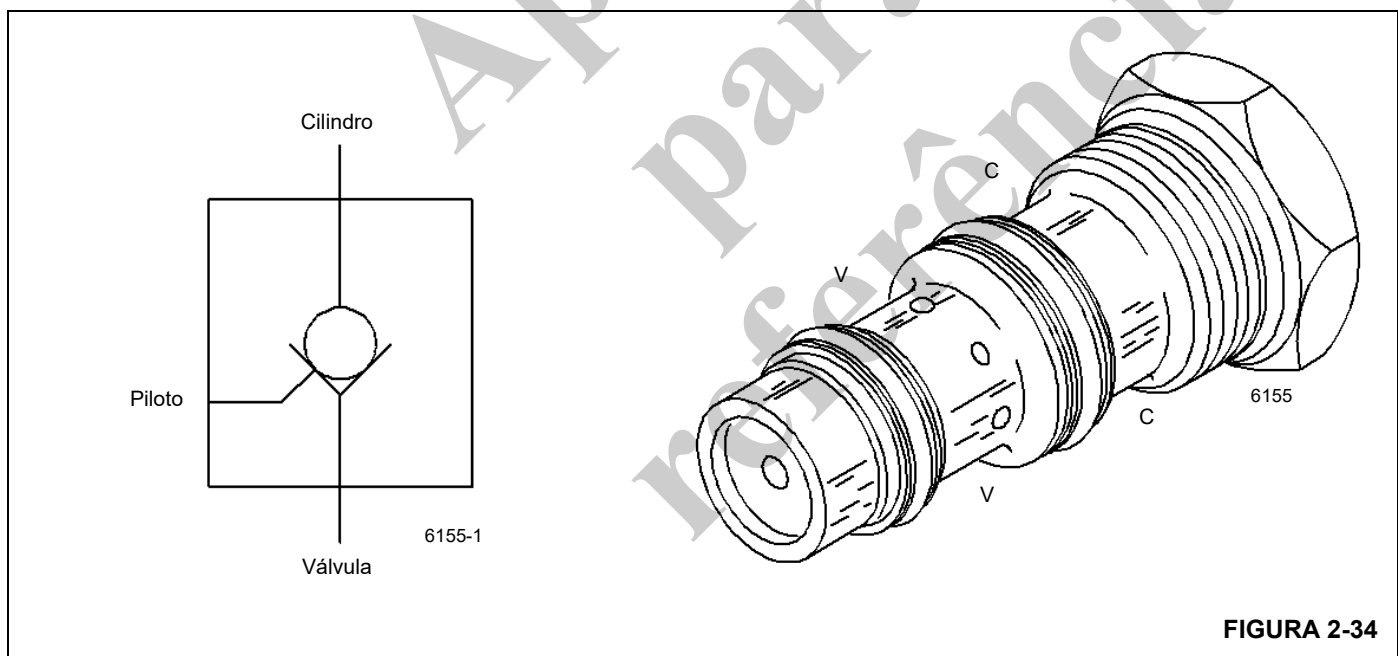

FIGURA 2-34
Há uma válvula de segurança operada por piloto (PO) no bloco de entradas de cada cilindro do estabilizador Figura 2-34. A válvula de segurança funciona como uma válvula de retenção para o cilindro do estabilizador. a vazão do óleo é direcionado da entrada "V" para as entradas "C", enquanto bloqueia a vazão na direção oposta. a vazão é invertido de "C" para "V" quando o óleo de pressão piloto é aplicado à entrada "V" no lado oposto.